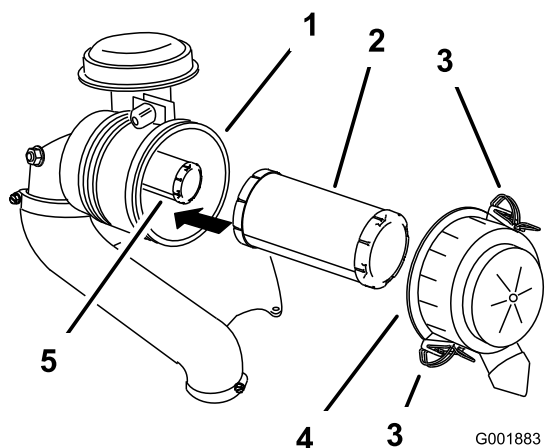

Figura 41
3. Eliberați elementele de fixare ale filtrului de aer și îndepărtați capacul filtrului de aer (Figura 41).
- Glisai uor filtrul primar din corpul filtrului de aer (Figura 41).
- Dacă înlocuiți filtrul interior, glisai-l cu atenție în corpul filtrului (Figura 41).
- Glisai cu atenție filtrul primar peste filtrul de siguranță (Figura 41).
- Montați capacul filtrului de aer și fixați-l cu elementele de fixare (Figura 41).